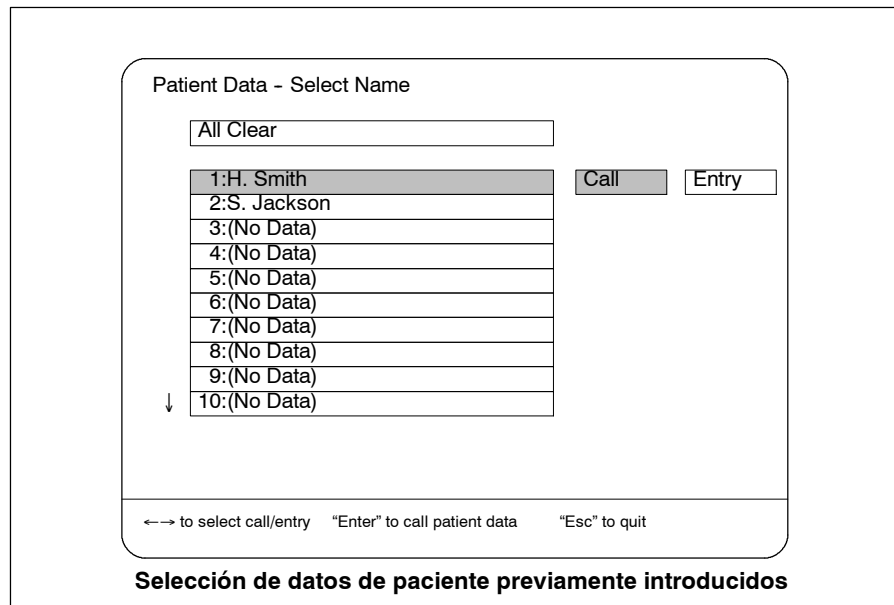

Figura 6.41
2. Mediante las teclas “ ↑ ” y “ ↓ ” marque el nombre del paciente y pulse la tecla “Enter”. Cuando aparezcan los símbolos [Call] y [Entry] a la derecha de la posición seleccionada, (ver figura 6.41), marque el símbolo [Call] mediante la tecla “←” ó “→” y pulse la tecla “Enter”. Los datos del paciente seleccionado aparecerán en la pantalla.